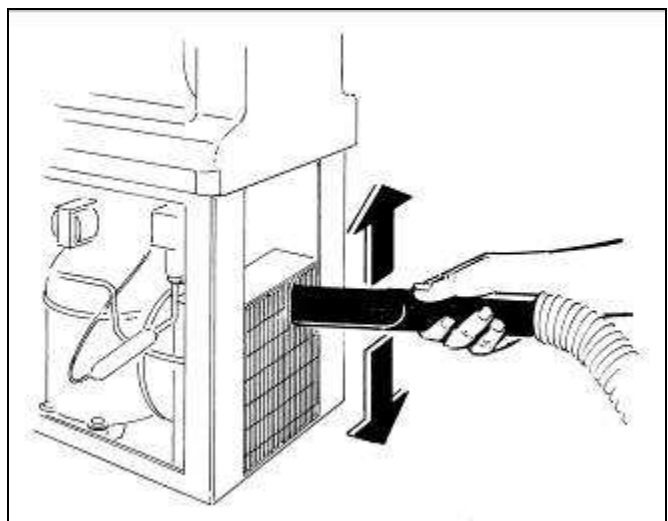

Abb. 30
- Entfernen Sie den Staub zwischen den Kondensatorrippen mit einem Staubsauger (Abb. 30).